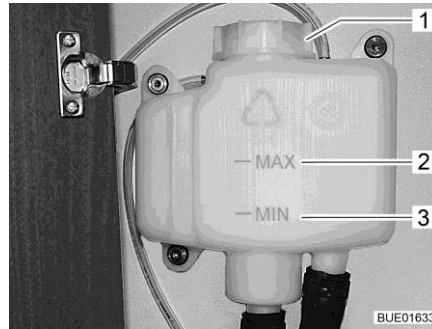

Fig. 283 Vase d'expansion sans cache
- Contrôler si le liquide se trouve entre les marques "MIN" (Fig. 283,3) et "MAX" (Fig. 283,2) sur le vase d'expansion (Fig. 283).
- Ouvrir le bouchon du vase d'expansion (Fig. 283,1).